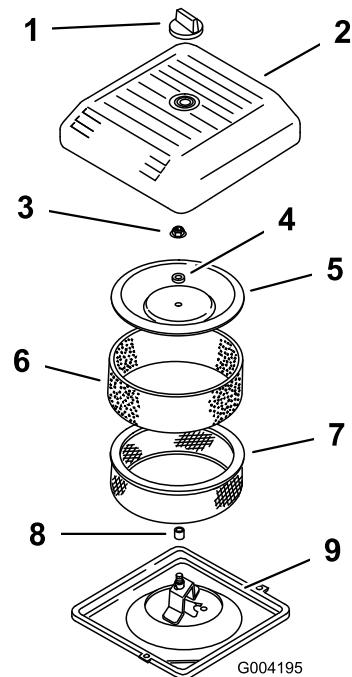

Figura 17
3. Desenrosque el pomo y retire la cubierta del limpiador de aire (Figura 17).
4. Deslice cuidadosamente el prefiltro de gomaespuma para separarlo del elemento de papel (Figura 17).
5. Desenrosque la tuerca de la tapa y retire la tapa, el espaciador y el filtro de papel (Figura 17).
2. Coloque el conjunto del limpiador de aire sobre su base (Figura 17).
3. Instale la tapa y el espaciador y fíjelos con la tuerca de la tapa (Figura 17). Apriete la tuerca a 11 Nm (95 pulgadas-libra).
4. Instale la cubierta del limpiador de aire y fíjela con el pomo (Figura 17).